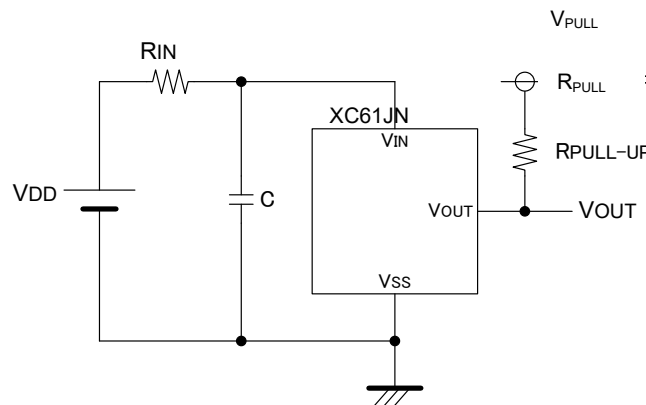

図 1:入力抵抗を接続する場合の回路例
- ② 入力電圧(V_{IN})が低下して検出電圧(V_{DF})以下になった時、出力電圧(V_{OUT})はグランド電位(V_{SS})となります。
- ③ 入力電圧(V_{IN})がさらに低下し、最低動作電圧(V_{MIN})以下となった場合、出力は不定となります。この時出力がプルアップされていれば、プルアップしている電圧が出力されます。(動作説明回路図では入力電圧(V_{IN}))
- ④ 入力電圧(V_{IN})が最低動作電圧(V_{MIN})を超えて上昇し、解除電圧(V_{DR})に達するまでは、出力電圧(V_{OUT})はグランド電位(V_{SS})を保ちます。
- ⑤ 入力電圧(V_{IN})が解除電圧(V_{DR})以上になった時、出力電圧(V_{OUT})は入力電圧(V_{IN})がそのまま出力されます。(N-ch オープンドレイン出力ではハイインピーダンス状態)
- ⑥ 解除電圧(V_{DR})と検出電圧(V_{DF})の差がヒステリシス幅(V_{HYS})です。
5. V_{IN} 端子と電源入力 V_{DD} の間に抵抗 R_{IN} を接続する場合、発振対策として N-ch オープンドレイン出力品をご使用下さい(図 1 参照)。その場合、 $R_{IN}=10k\Omega$ 以下及び $C=0.1\mu F$ 以上でご使用下さい。